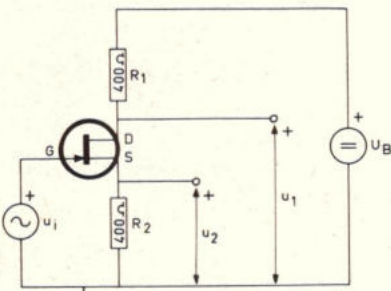
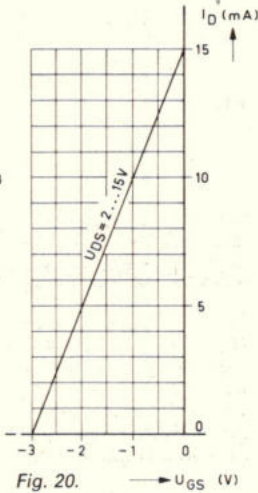

Fig. 19.
Fig. 20. $\rightarrow U_{GS} \text{ (V)}$
3. Van de veldeffect-transistor in fig. 19 is in fig. 20 de $I_D - U_{GS}$ karakteristiek gegeven. Voorts zijn gegeven: \hat{u}_1 (topwaarde) = 0,6 V en $U_B = +12 \text{ V}$.